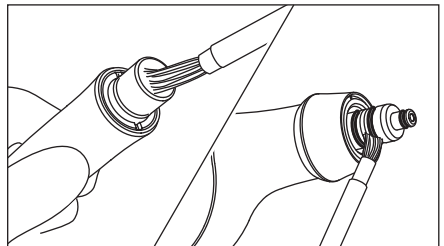

Figure 11
1) Nettoyez correctement, à l'aide de la brosse de nettoyage fournie en accessoire, l'intérieur du joint de la pièce à main et le joint torique du réservoir (figure 11).